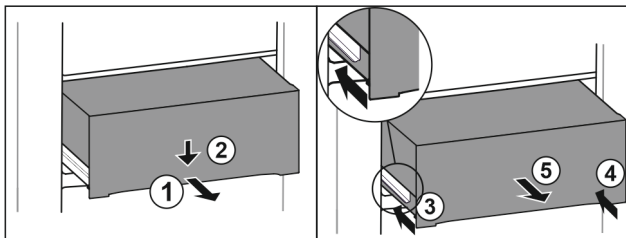

Fig. 94
- ▶ Вытяните выдвижной ящик наполовину. Fig. 94 (1)
- ▶ Вдавите выдвижной ящик в передней части вниз. Fig. 94 (2)
- ▶ Задвиньте левую направляющую прим. на 2 см. Fig. 94 (3)
- ▶ Задвиньте правую направляющую прим. на 2 см. Fig. 94 (4)
- ▶ Извлеките выдвижной ящик движением вперед. Fig. 94 (5)